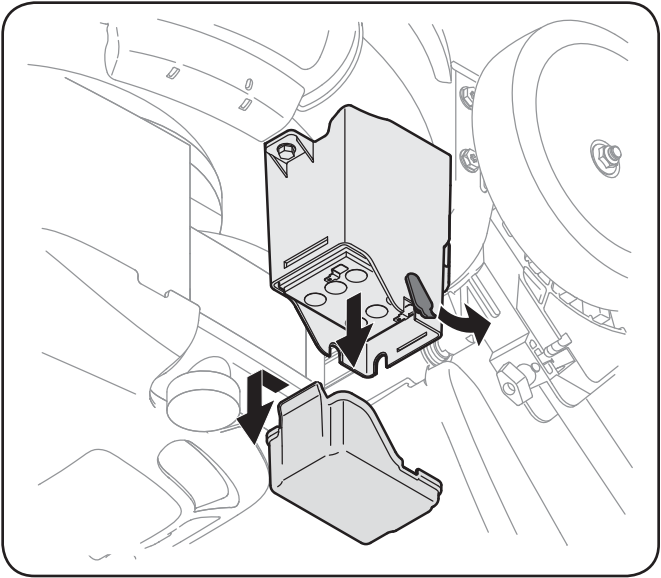

Figure 7-2
2. Débranchez les fils positif et négatif de la batterie et soulevez la batterie pour la retirer. Voir la Figure 7-2.